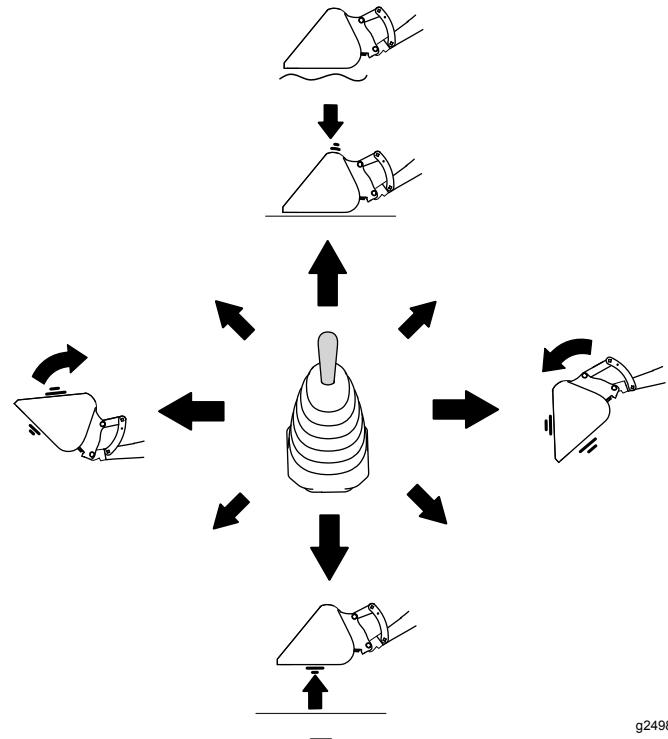

図 57
**注** 図 57 は、運転位置からローダのジョイスティックを操作する場合を示しています。